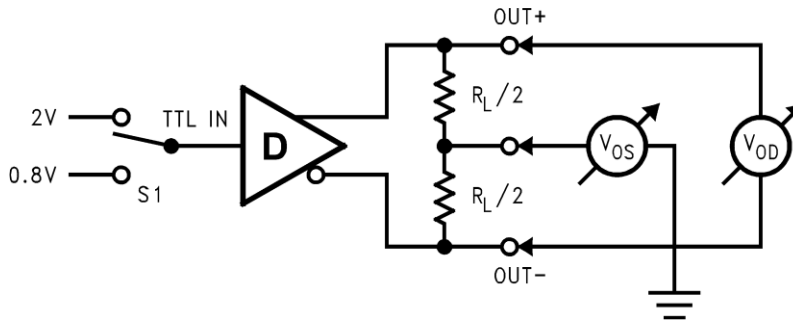
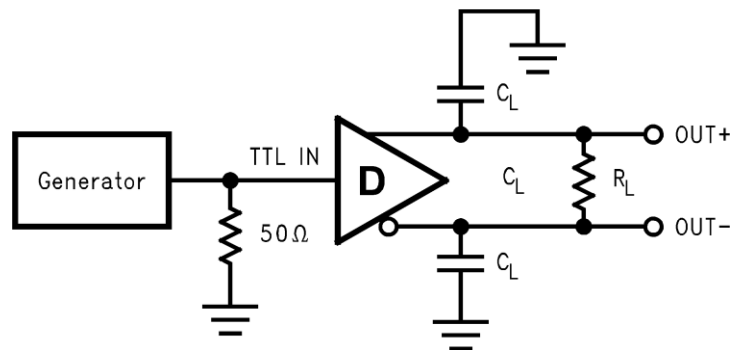

图 3 |VOD|和 VOS 测试电路
图 4 传输特性测试电路
3. 图 3 为|VOD|和 VOS 电气特性测试所用测试电路，图 4 为传输特性所用测试电路。图 5 为传输特性测试输入输出时序。